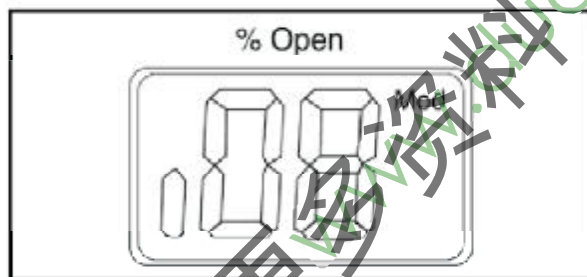

图25
- 在屏幕上显示的ICM阀门开度一般为0-100%。如果20秒内并未按任何按钮，屏幕将一直显示开度。（图25）